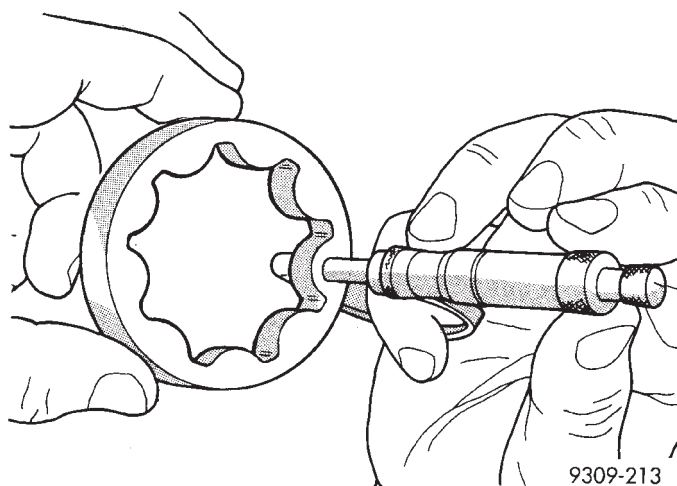

Abb. 94 Messen der Außenradstärke
(3) Stärke und Durchmesser des Außenrads messen. Beträgt die Stärke des Außenrads 9,40 mm (0,370 Zoll) oder weniger (Abb. 94), oder ist der Durchmesser kleiner oder gleich 79,95 mm (3,148 Zoll), Außenrad austauschen.